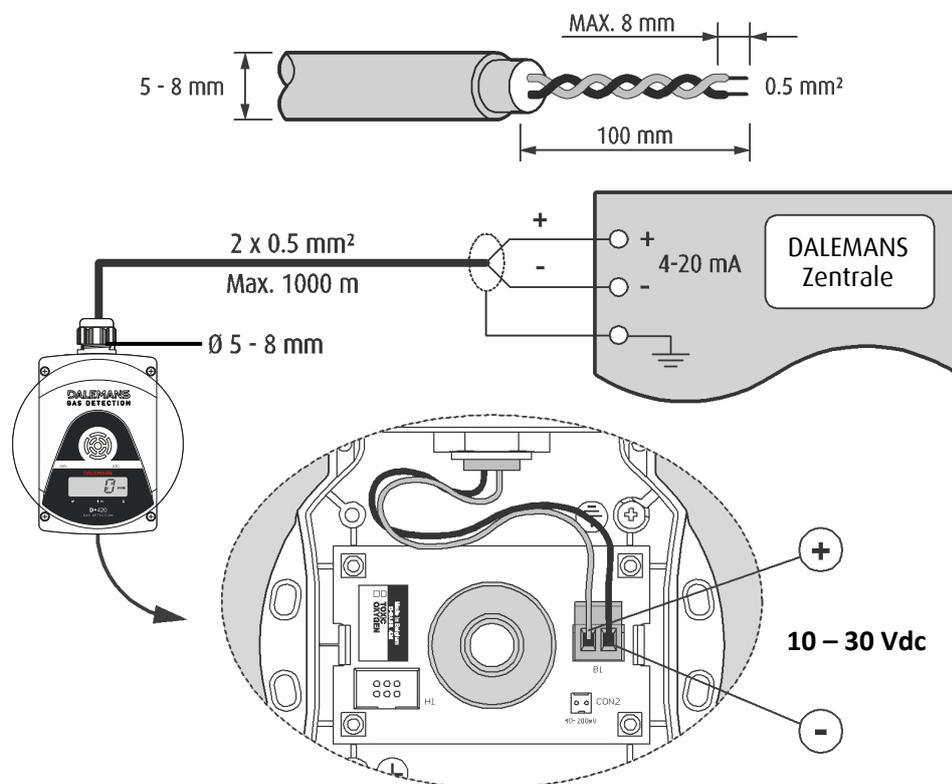

Abbildung 7: 2-Leiter-Anschluss an eine DALEMANS-Zentrale
- Schließen Sie die Leiter an der Steckverbinder B1 (Abbildung 7 oder Abbildung 8).